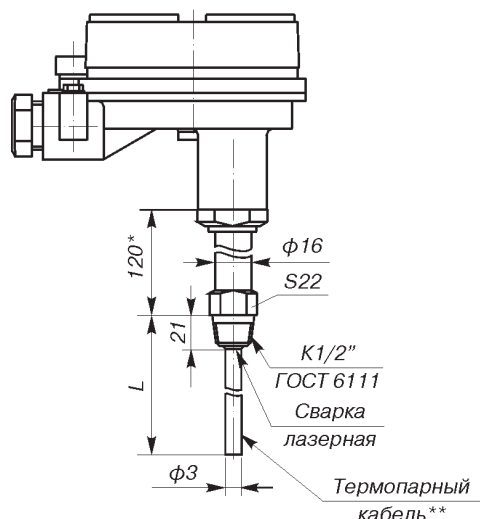

Рис.18 (ост.см.рис.1)
- 18** по рис.18 (только Метран-281-Exia)